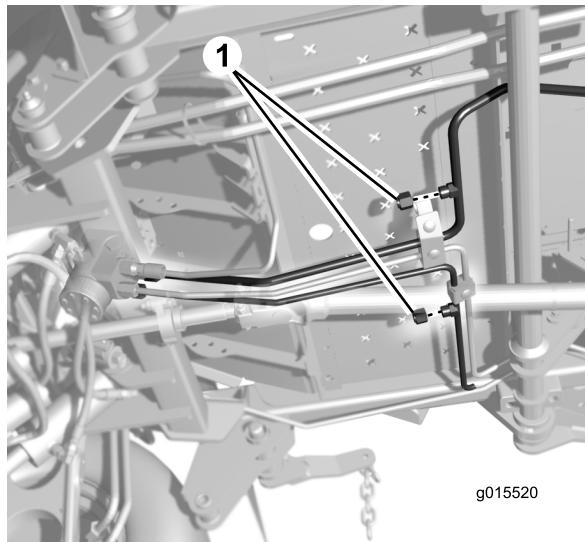

Figure 8
- Placez un bac de vidange sous les bouchons des tubes hydrauliques (Figure 8).
- Retirez les bouchons des tubes hydrauliques sur la machine (Figure 8). Retirez les bouchons l'un après l'autre comme les tubes pour éviter de perdre trop de liquide hydraulique.